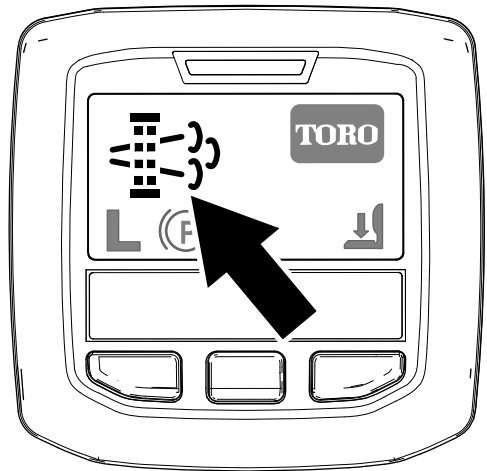

Figure 27
- L'icône préconisant une régénération en stationnement s'affiche sur l'InfoCenter (Figure 27).